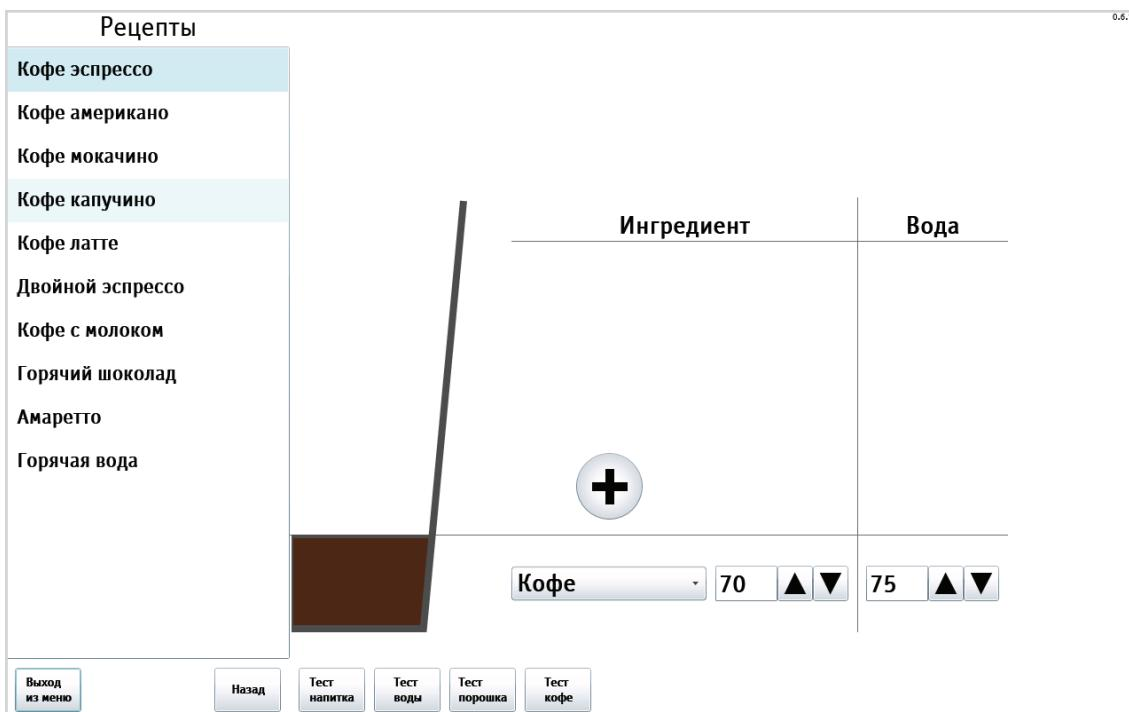

Рисунок 9.14.2 - Рецепты
4. Кнопками (4) установите количество воды, добавляемой в напиток:
5. Кнопка (5) служит для добавления ингредиента в рецепт напитка (поле Ингредиент).
6. Кнопка (6) служит для удаления ингредиента из рецепта напитка (поле Ингредиент).
**Примечание:** Кнопка появляется когда в рецепте напитка больше одного ингредиента, в противном случае кнопка не появляется (см.рис.9.14.2).
Когда в рецепте становится больше одного ингредиента на странице появляется кнопка **(1)** для удаления ингредиента (см.рис.9.14.2).